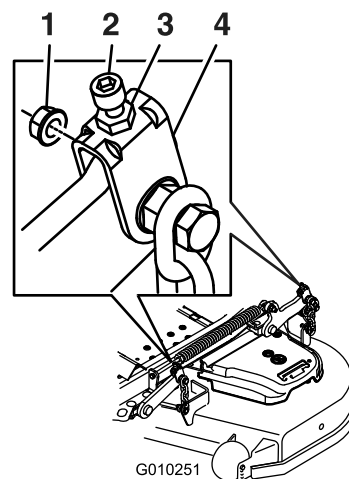

Figure 98
11. Pour les plateaux de coupe montrés à la Figure 98, ajustez précisément le serrage de l'écrou de réglage sur l'ensemble de levage du plateau avant (Figure 98).
17. Ajustez précisément la vis de réglage en la tournant de manière à obtenir une hauteur de 83 mm (Figure 98).